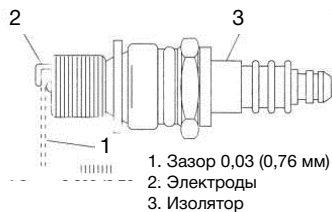

Рисунок 37
4. Проверьте зазор между электродами при помощи щупа и при необходимости отрегулируйте его, зазор должен находиться в пределах 0,030 (0,76 мм). См. рисунок 37.